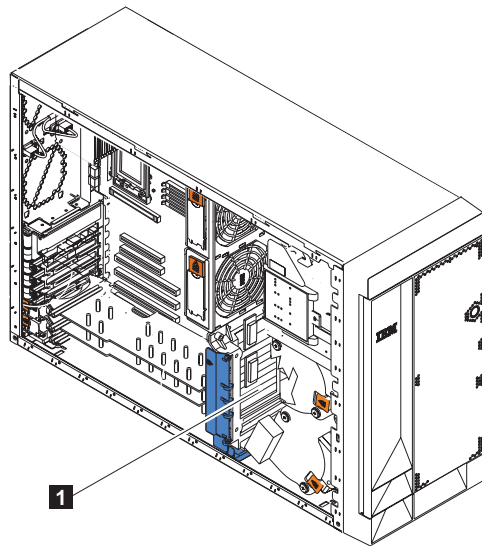
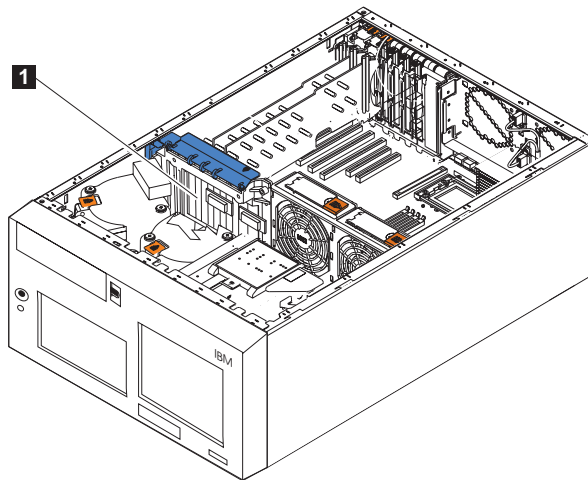

Figura 93. Localização do painel traseiro DASD do mecanismo (Modelo 25T)
Figura 94. Localização do painel traseiro DASD do mecanismo (Modelo 25T com o recurso de conversão de montagem do rack)
11. Roteie o cabo através do suporte de apoio da placa (consulte a Figura 43 na página 60) e conecte a outra extremidade do cabo SCSI ao conector SCSI da unidade de disco rígido (J9) no painel traseiro DASD do mecanismo. Consulte a Figura 93 na página 122 ou a Figura 94 na página 122 para obter a localização do painel traseiro.